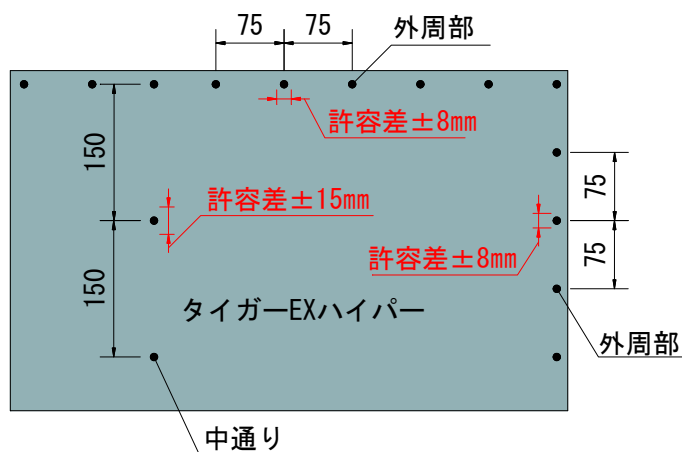

図2 マーキングからのずれの許容差について
- ・くぎ留め間隔は、外周部で 75mm（マーキングからのくぎのずれの許容差： $\pm 8\text{mm}$ ）以下、中通りで 150mm（マーキングからのくぎのずれの許容差： $\pm 15\text{mm}$ ）以下としてください（図 2 参照）。